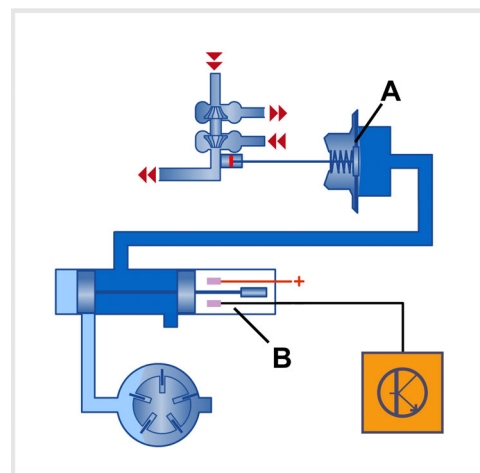

Figure 55. Le fonctionnement de l'électrovanne de suralimentation.
Le système de régulation (figure 55) est actionné par une commande pneumatique (A).